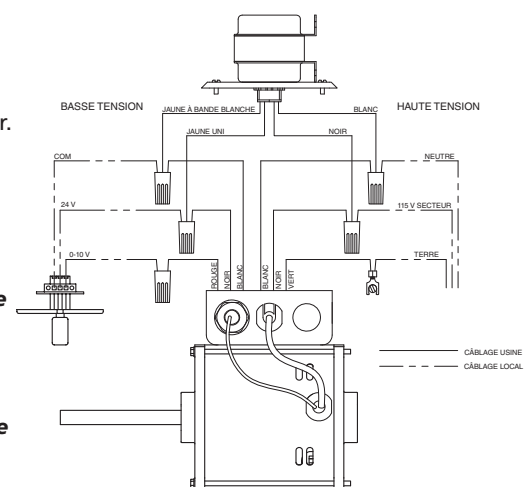

Figure 2 — Schéma de câblage typique
2. Raccorder l'alimentation conformément au NEC et tous les codes locaux. Voir les schémas de câblage à la Figure 2.